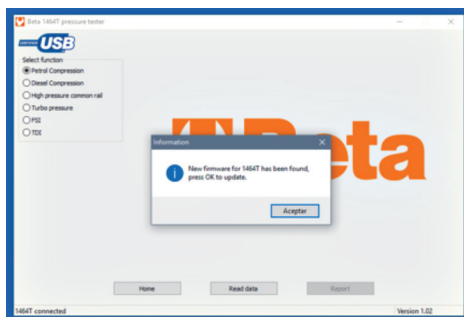

Fig. 4
- Une fois le testeur détecté, le PC contrôle si dans le serveur Beta est présent un nouveau micrologiciel et avertit l'utilisateur. Cf. fig. 4.